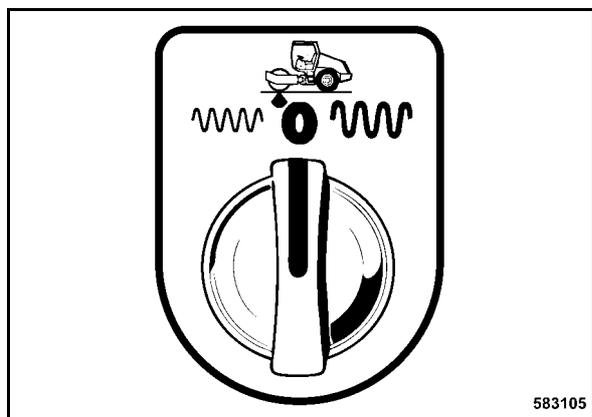

Рис. 66
- Выбрать поворотным выключателем вибрации, поворотным выключателем выбора амплитуды требуемую амплитуду (Рис. 66).